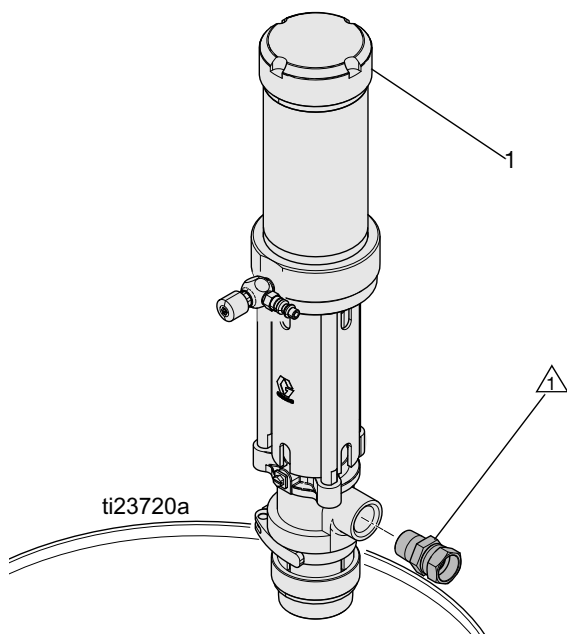

ABB. 5
2. Gewindedichtmittel auf das Außengewinde des Auslassverbindungsstücks (nicht enthalten) und in die Auslassöffnung einsetzen. Siehe ABB. 5.
3. Etiketten (70) verwenden, um die für Ihr Material geeignete Pumpe zu kennzeichnen. Siehe ABB. 5.